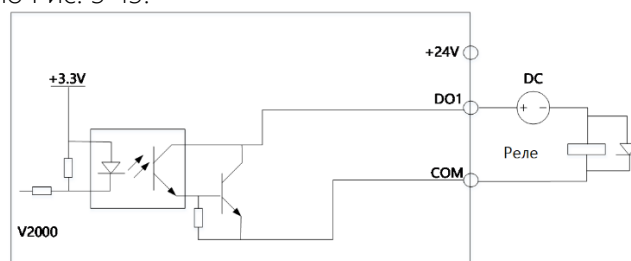

Рис. 3-13 Подключение многофункционального выхода с концевым питанием
2. Для многофункционального выхода DO1 можно использовать внешний источник питания 24В, подключение согласно Рис. 3-13.